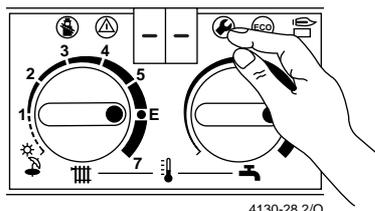

Fig. 48
- Asportare il sigillo 65, fig. 48, per poter accedere alle viti di regolazione gas.
- Premere il pulsante di servizio fino a quando sul display appare il simbolo „--“ (fig. 48).